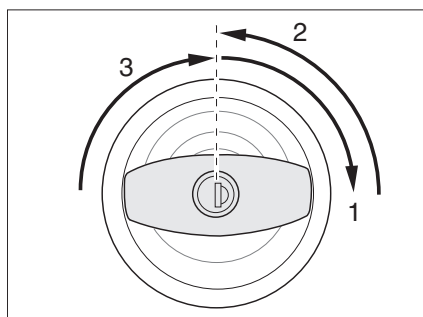

Fig. 18 Serrure de la porte cellule, à l'extérieur, ouvrir
- Insérer la clé dans le barillet et la tourner dans le sens des aiguilles d'une montre (Fig. 18,1) jusqu'à ce que la serrure de la porte soit déverrouillée.
- Ramener (Fig. 18,2) la clé sur la position intermédiaire et la retirer.
- Tourner la poignée de la porte dans le sens des aiguilles d'une montre (Fig. 18,3), jusqu'à ce que la serrure de la porte soit déverrouillée.